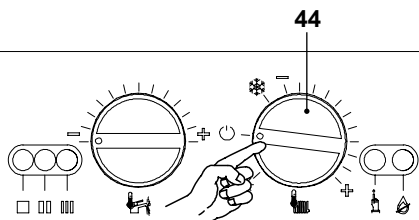

Figura 9.18
- Per uscire dalla funzione SPAZZACAMINO della caldaia posizionare il selettore 44 del pannello comandi come indicato in Figura 9.18